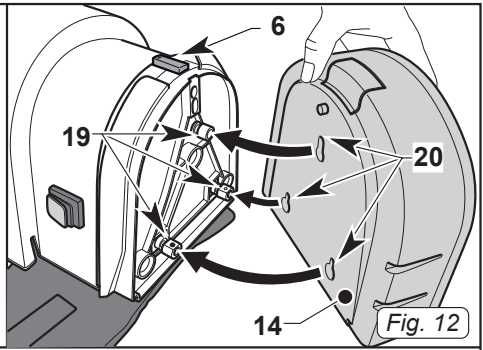

Fig. 12
- Montare il pacco batterie (14 Fig. 12) sul corpo macchina inserendo i contatti (19 Fig. 12) nei fori (20 Fig. 12).